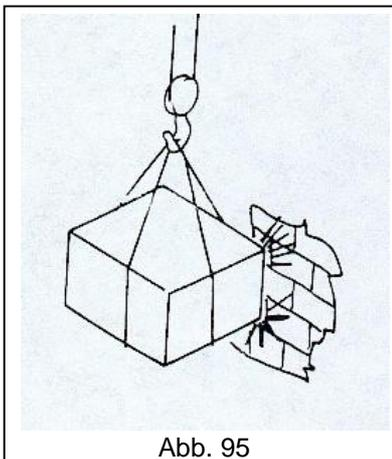

Abb. 95
- **NIEMALS** mit der Last gegen tragende Strukturen oder andere Maschinen und Anlagen stoßen (Abb. 95).